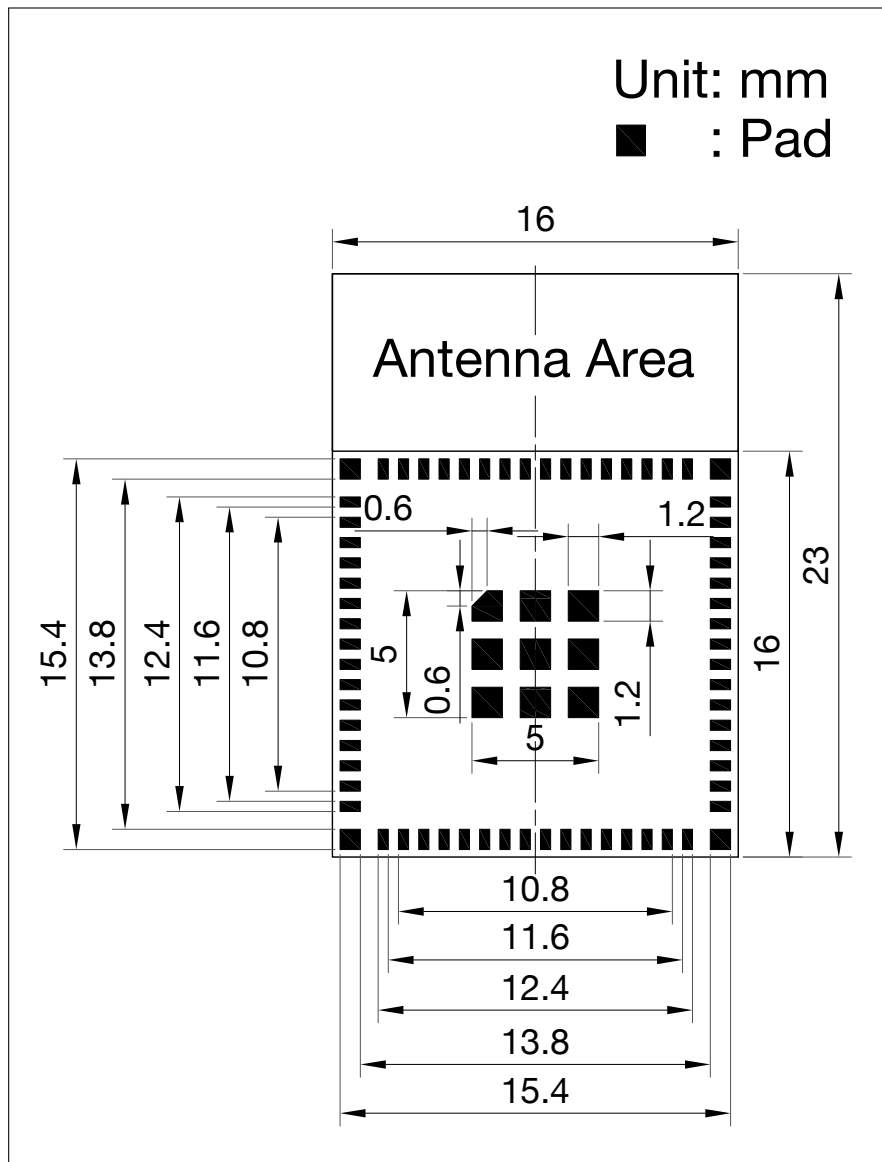

图 7: 推荐 PCB 封装图形
- 推荐 PCB 封装图，标有 PCB 设计所需的全部尺寸。详见图 7 推荐 PCB 封装图形。
- 推荐 PCB 封装图的源文件，用于测量图 7 中未标注的尺寸。您可用 Autodesk Viewer 查看 ESP32-PICO-V3-ZERO 的封装图源文件。